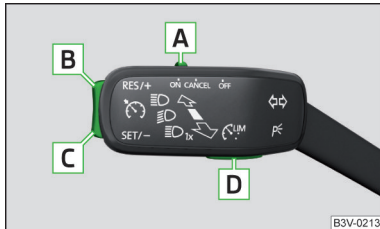

Abb. 290
### Übersicht der Bedienelemente der GRA » Abb. 290
- Durch das Betätigen der Taste **D** » Abb. 290 während der Regelung wird diese abgebrochen und es wird der Geschwindigkeitsbegrenzer aktiviert.